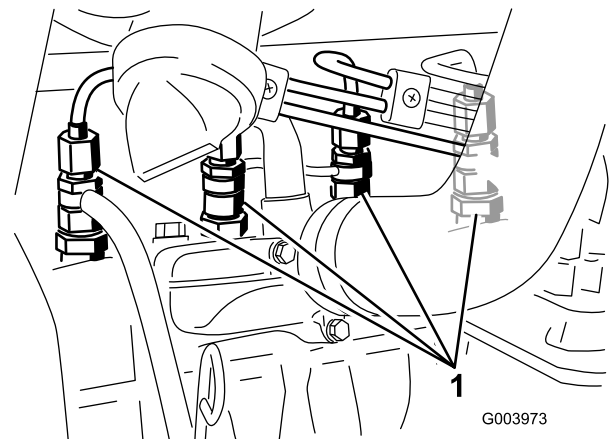

Figure 40
1. Desserrez le raccord entre l'injecteur N° 1 et le porte-injecteurs (Figure 40).